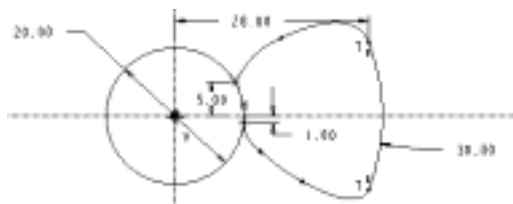

图 3-100 修改尺寸并编辑样条曲线
(9) 修改如图 3-100 所示的尺寸,并移动样条曲线上的各点,编辑样条曲线,如图 3-100 所示。